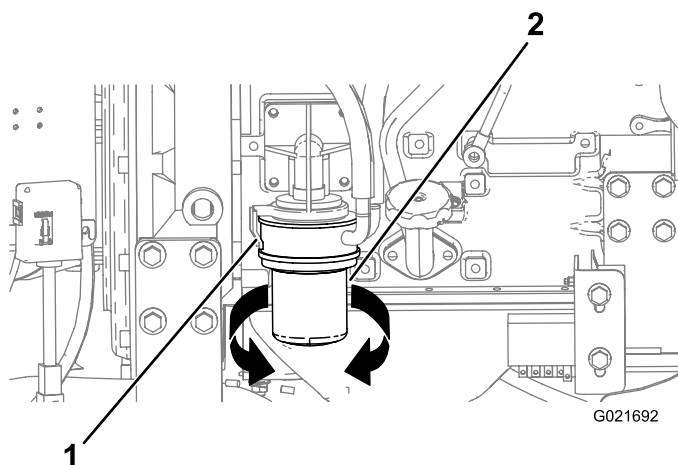

Figure 86
3. Placez un bac de vidange ou plusieurs chiffons sous le filtre à huile et son adaptateur (Figure 86).
4. Tournez le filtre à huile dans le sens antihoraire et déposez-le (Figure 86).
8. Alignez le filtre à huile sur son adaptateur et tournez-le dans le sens horaire jusqu'à ce que le joint du filtre rejoigne l'adaptateur (Figure 86).
9. Serrez le filtre à huile à la main de 1/2 tour supplémentaire (Figure 86).